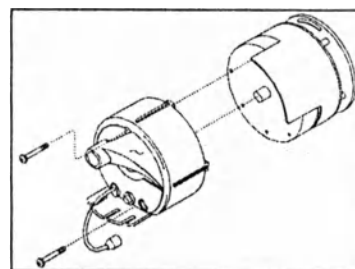

Рис. 7-6 Блок предохранительного диска и модуля удаления конденсата
1. Снимите модуль удаления конденсата с диска, удалив два (2) винта и отклеив наклейку.
2. Присоедините модуль удаления конденсата к новому предохранительному диску. Снимите пластмассовый колпачок с пневматического порта нового предохранительного диска. Убедитесь, что метка предохранительного диска совпадает с выступами на модуле удаления конденсата (См. Рис. 7-6). Снимите пластмассовый колпачок с пневматического порта нового предохранительного диска.